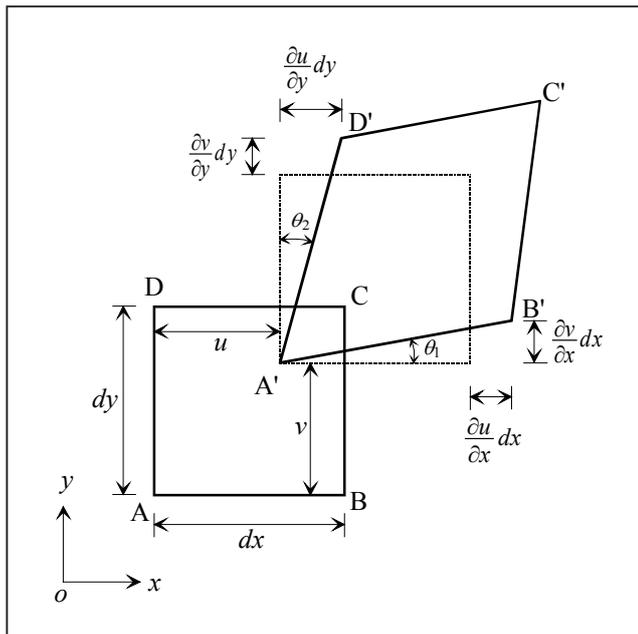

図2 直方体要素の変形
ひずみと変位の関係式 (4) と (5) を導き出すため、図2に示す地盤内のxy面内にある微小長方形要素ABCDを考えてみよう。地盤が変形すると、変形した要素はA' B' C' D' に移動する。すなわち、要素の長さの変化と角度の変化という2つの基本的な幾何学的変位をしているのである。長さABの変化は、圧縮を正とすれば、 $-(\partial u/\partial x)dx$ であり、垂直ひずみをもとの長さに対する長さの変化量の比として定義すれば、x方向の垂直ひずみ $\varepsilon_x$ は $-\partial u/\partial x$ となる。同様に、yおよびz方向の垂直ひずみはそれぞれ $-\partial v/\partial y$ 、 $-\partial w/\partial z$ と表される。要素の角度の変化、すなわち角度 $\theta_1$ と